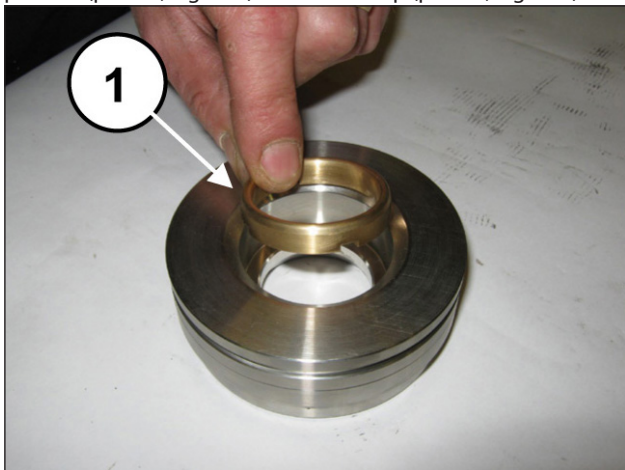
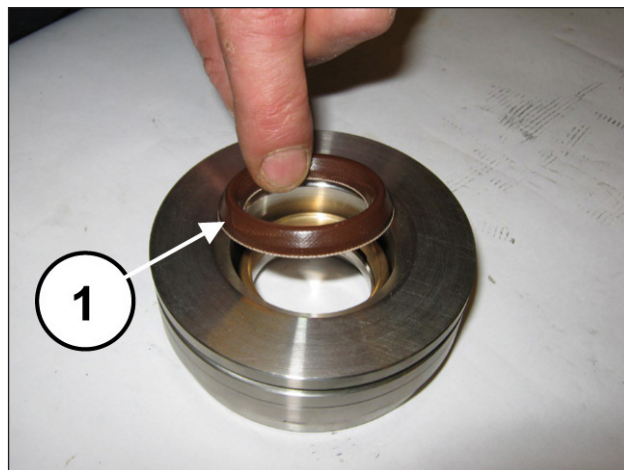
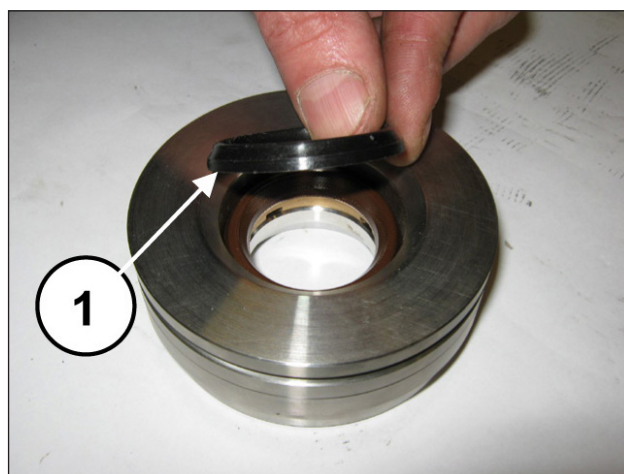

Fig. 176
Fig. 177
Fig. 178
Monte o anel do cabeçote (pos. ①, Fig. 176), o forro de alta pressão (pos. ①, Fig. 177) e o anel restop (pos. ①, Fig. 178).